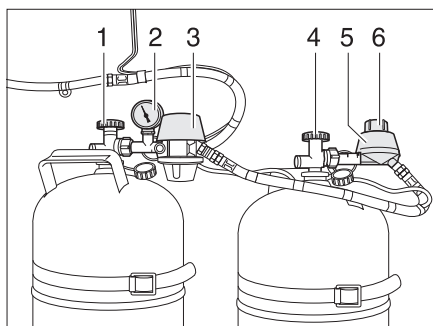
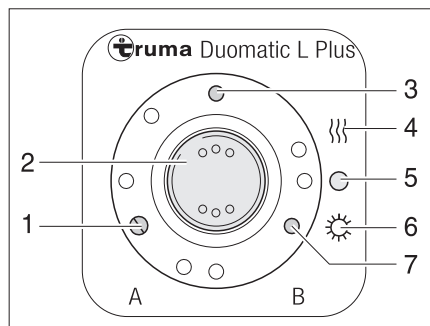

Fig. 87 Dispositif de commutation Duomatic
Fig. 88 Unité de commande
Le dispositif de commutation Duomatic consiste en un régulateur central (Fig. 87,3) et un régulateur de commutation (Fig. 87,5). Un bouton rotatif (Fig. 87,6) situé sur le régulateur de commutation permet de définir laquelle des bouteilles de gaz est celle de service et laquelle est celle de réserve.
Le manomètre (Fig. 87,2) du régulateur central affiche la pression dans la bouteille de gaz et non pas le niveau de remplissage de la bouteille. Le manomètre permet de contrôler l'étanchéité de la bouteille de gaz.
Seules les fonctions électriques peuvent être activées sur l'unité de commande (Fig. 88). Les robinets principaux des bouteilles de gaz (Fig. 87,1 et 4) doivent être ouverts manuellement.
- Ouvrir les robinets principaux des bouteilles de gaz (Fig. 87,1 et 4).
- Choisir la bouteille de gaz avec le bouton rotatif (Fig. 87,6) situé sur le régulateur de commutation (Fig. 87,5) à partir de laquelle le gaz sera utilisé principalement (bouteille de service).
Lorsque le bouton rotatif se situe dans le domaine rouge, le gaz est prélevé prioritairement à partir de la bouteille de gaz équipée du régulateur central (Fig. 87,3).
Lorsque le bouton rotatif se situe dans le domaine vert, le gaz est prélevé prioritairement à partir de la bouteille de gaz équipée du régulateur de commutation (Fig. 87,5).
- Mettre en marche le dispositif de commutation Duomatic sur l'unité de commande (Fig. 88).
Pour ce faire, régler le commutateur à bascule (Fig. 88,2) sur régime hiver "Marche et chauffage" (Fig. 88,4) ou bien sur régime été "Marche" (Fig. 88,6). Les deux régulateurs de pression du gaz sont maintenant désaérés. Le voyant de contrôle (Fig. 88,3) s'allume.
- Mettre le commutateur à bascule (Fig. 88,2) sur "O" (Fig. 88,5). Le voyant de contrôle (Fig. 88,3) s'éteint.
- Fermer les robinets principaux des bouteilles de gaz (Fig. 87,1 et 4).
Les voyants de contrôle de l'unité de commande (Fig. 88) signalisent à l'intérieur du véhicule si les bouteilles de gaz sont en état de marche.
- Voyant de contrôle "A" (Fig. 88,1) : Bouteille de gaz raccordée au régulateur central
- Voyant de contrôle "B" (Fig. 88,7) : Bouteille de gaz raccordée au régulateur de commutation